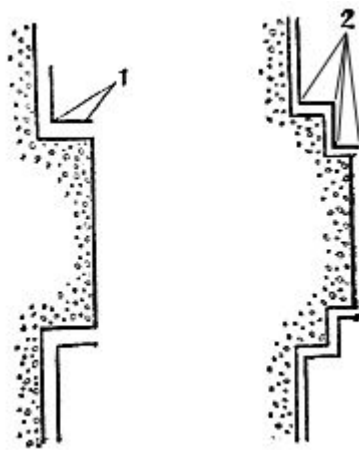

Рис. 2. Раскрепки
4. Раскреповкой (рис. 2) называется выполняемая от руки часть тяги, прилегающая к входящему и выходящему углам, которую невозможно вытянуть обыкновенным шаблоном. Раскреповку следует нормировать по числу образующих ее углов по строкам 1 и 2 табл. 2.